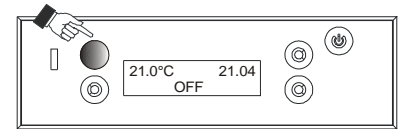

Abbildung 14 – Funktion "Reinigung"
- **Die Funktion "REINIGUNG" aktivieren** – bei ausgeschaltetem Ofen für 2 Sekunden die in Abbildung 14 gezeigte Taste der Bedienblende drücken. Durch diesen Vorgang wird das Gebläse der Rauchabsaugung auf höchster Stufe angeschaltet, damit der Ruß entfernt werden kann, der durch die Reinigung des Wärmetauschers bewegt wird.
- **Die Funktion "REINIGUNG" deaktivieren**, indem erneut die auf Abbildung 14 gezeigte Taste der Bedienblende gedrückt wird.